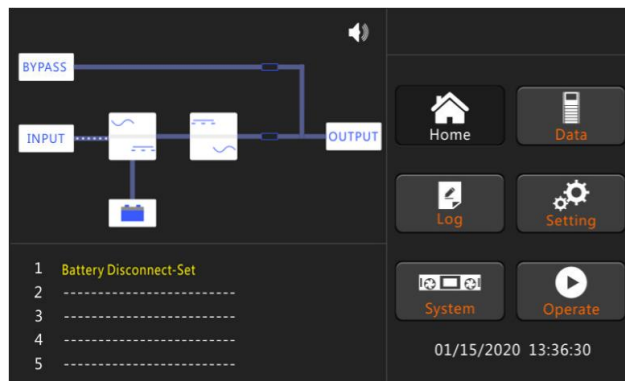

Fig.4-1 LCD du démarrage du redresseur
2. Fermez le disjoncteur de sortie (CB), puis l'entrée CB et le Bypass CB, le système commence l'initialisation.
3. L'écran LCD devant l'ASI est allumé. Le système accède à la page d'accueil, comme le montre la Fig. 4-1.
4. L'interface d'accueil de l'écran LCD montre que le redresseur du système fonctionne, l'indicateur clignote, comme le montre la figure 4.1.